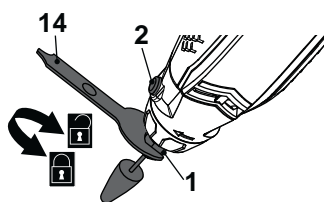

Fig. 5
- > Appuyez sur le bouton de verrouillage de la broche [2] et maintenez-le en position tout en serrant l'écrou de serrage [1a] avec la clé [14] (Fig. 5).